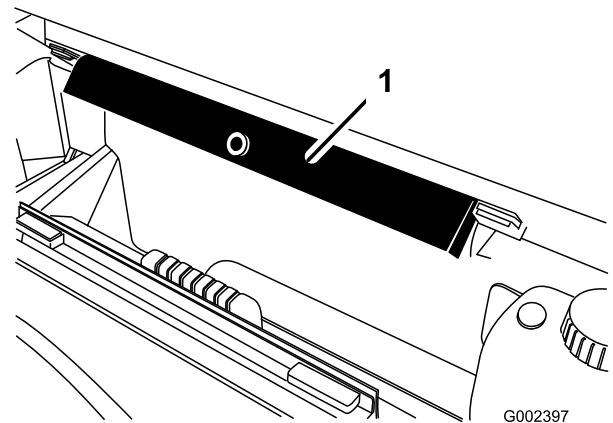

Figura 88
7. Retire el soporte de la plataforma de los soportes de almacenamiento situados en la parte trasera del panel del ROPS (Figura 88).